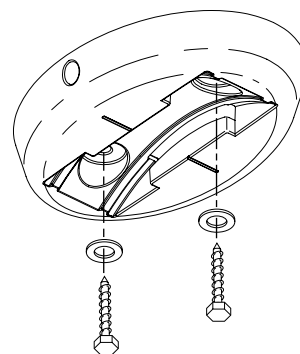

Figura 10
2. Asegure la base de la unidad del ventilador a la pared o al techo en la estructura armada utilizando los dos tornillos de cabeza cuadrada y las arandelas que se incluyen. Figura 10